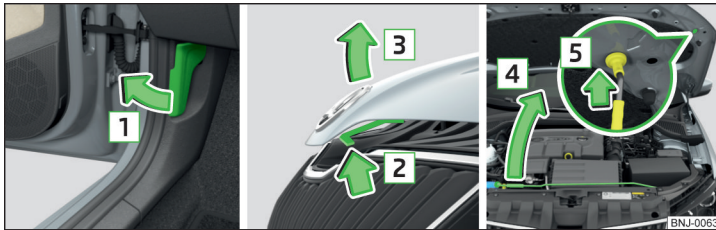

Abb. 257 Motorraumklappe öffnen
- Die Vordertür öffnen und am Entriegelungshebel unterhalb der Schalttafel in Pfeilrichtung **1** ziehen » Abb. 257.